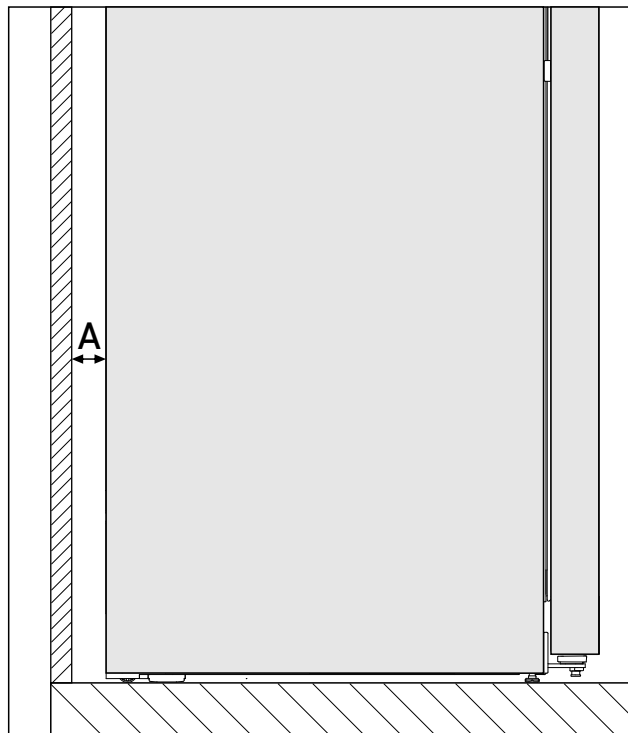

Fig. 3 \*
Потребление электроэнергии определено при расстоянии Fig. 3 (A) между задней стенкой устройства и стеной помещения. Расстояние до стены помещения менее Fig. 3 (A) не влияет на функциональность устройства, но незначительно увеличивает потребление электроэнергии устройства.\*